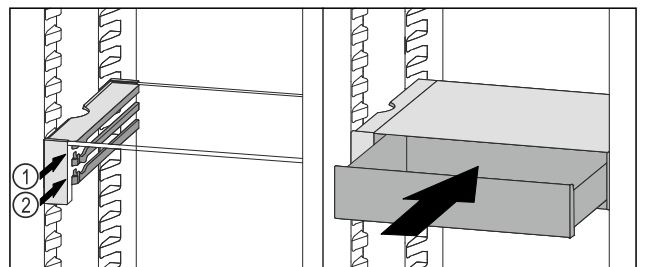

Fig. 97
- ▶ VarioSafe-Schubfach hinter den Stopperrn auf gewünschter Rippe Fig. 97 (1) oder Fig. 97 (2) aufsetzen.